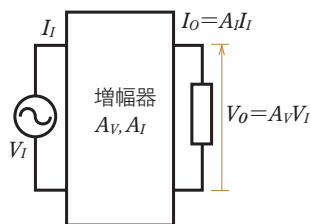

図10 増幅度
③ voltage amplification
④ current amplification
比を電圧増幅度③といい、出力電流と入力電流の比を電流増幅度④という。電圧増幅度と電流増幅度の関係は、図10のようになり、次の式(3)、(4)で表される。